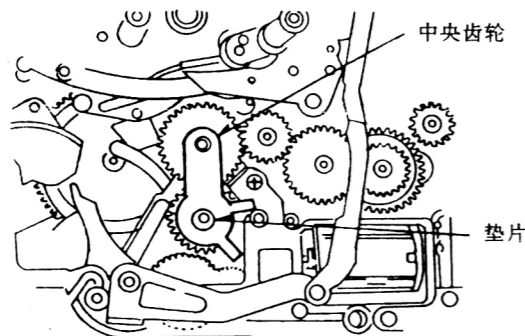

图 1-3-52
1. 首先插入垫片, 然后再安装中心齿轮, 垫片的插入应如图 1-3-52 所示的那样。